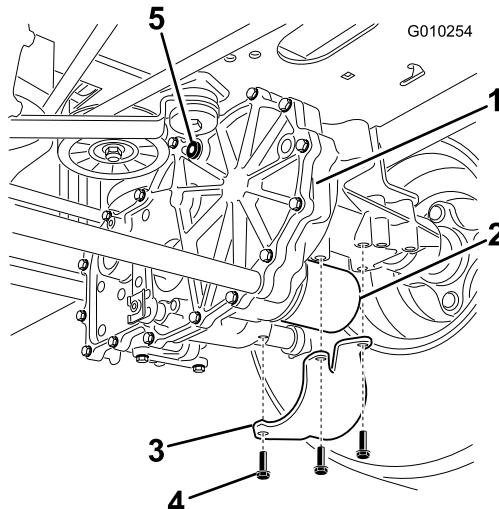

Figure 47
2. Localisez le filtre et les protections sur chaque transmission de la boîte-pont (Figure 47). Retirez les trois vis de fixation de la protection et enlevez la protection.